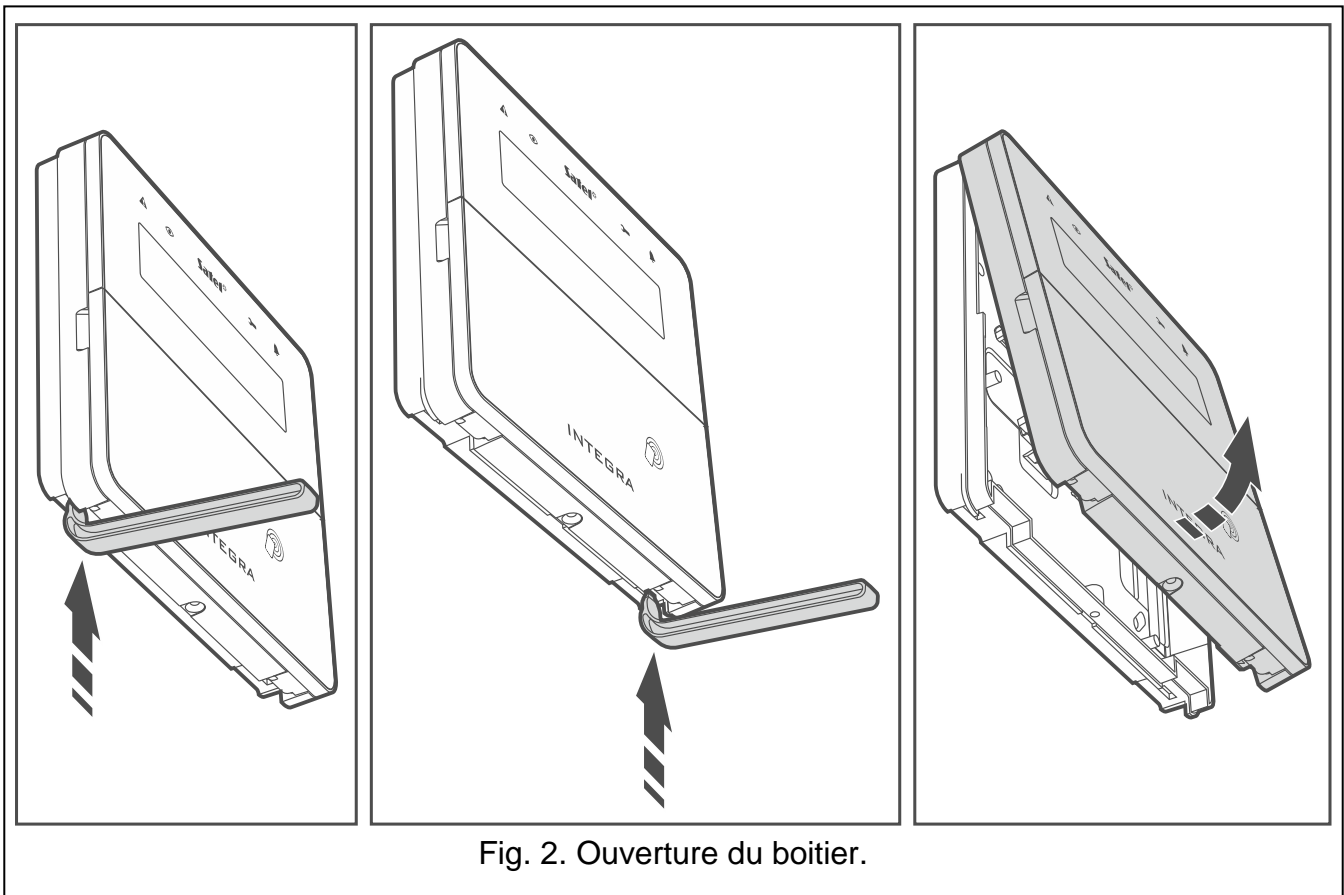

Fig. 2. Ouverture du boîtier.
1. Ouvrez le boîtier du clavier (fig. 2). L'outil d'ouverture du boîtier présenté sur la figure est fourni avec le clavier.
6. Rouvrez le boîtier du clavier (fig. 2).